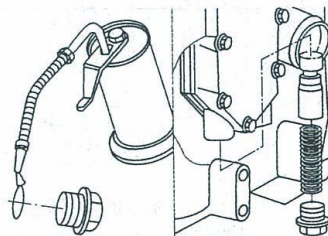

图 1-378 安装机油压力调节阀总成
4) 在螺塞上安装使用新的 O 形圈, 并用机油润滑, 安装机油压力调节阀总成, 紧固力矩为 $80\text{N} \cdot \text{m}$, 见图 1-378。